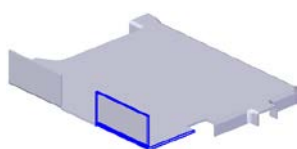
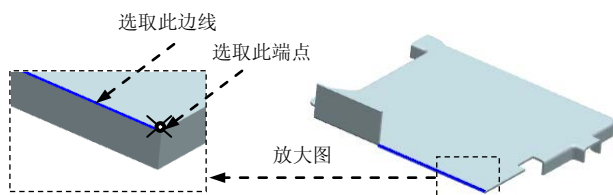

图 8.4.26 弯边特征 2
图 8.4.27 定义附着边
(5) 定义折弯半径及止裂槽参数。单击“弯边选项”按钮，取消选中 ☐ **使用默认值*** 复选框，在其 **折弯半径 R** 文本框中输入值 0.5；取消选中 ☐ **折弯止裂口 R** 复选框，单击  按钮。
(6) 单击  按钮，完成特征的创建。
Step10. 创建图 8.4.26 所示的弯边特征 2。
(1) 选择命令。单击“主页”功能选项卡“钣金”工具栏中的“弯边”按钮.
(2) 定义附着边。选取图 8.4.27 所示的模型边线为附着边。
“材料内侧”按钮; 定义弯边侧方向向上, 如图 8.4.26 所示。